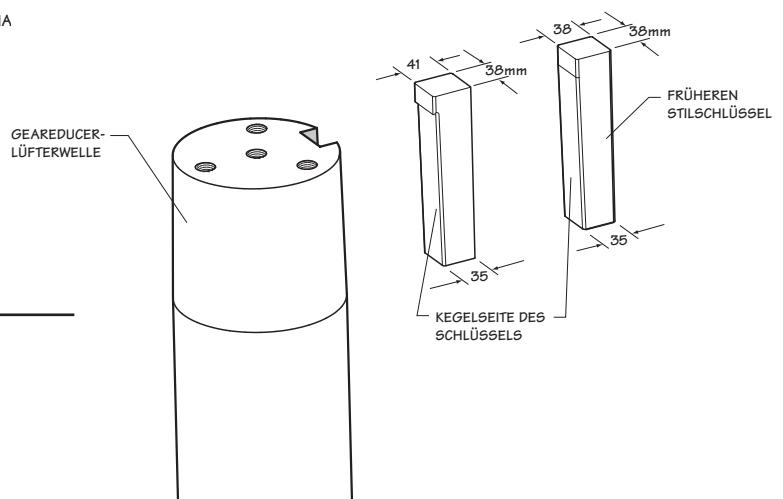

Abbildung 2 Schküssel Installation
2. Die Passfeder der Lüfterwelle in der Keilnut der Lüfterwelle installieren (siehe Abbildung 2). Der Keil muss über die gesamte Breite eine enge Passung aufweisen und darf nicht verändert werden.